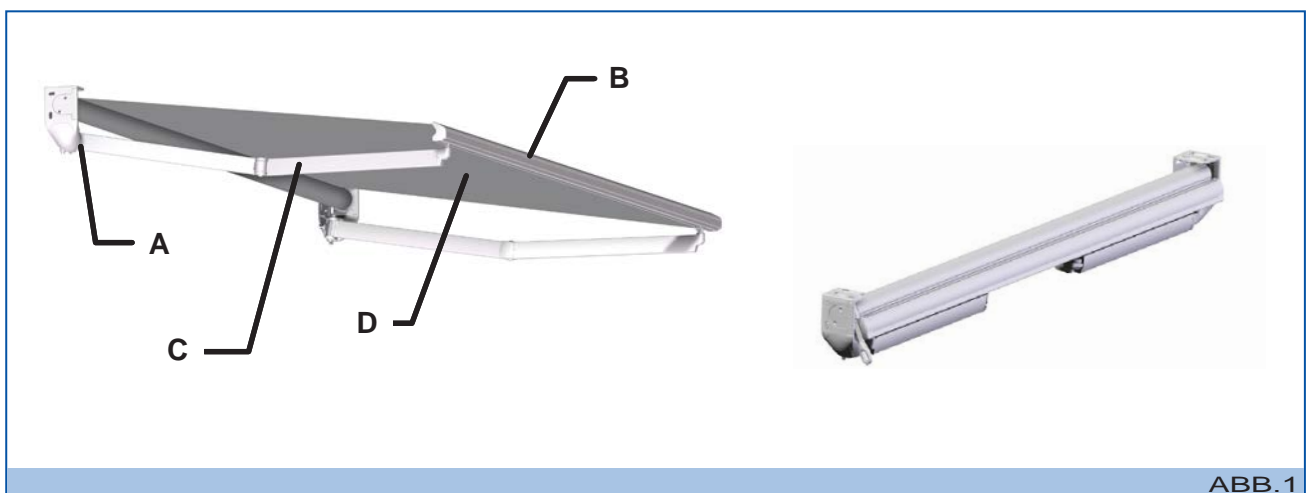

ABB. 1
- **Metallstruktur:** Die Metallstruktur ist der Tragrahmen und in seinem Innern befinden sich die verschiedenen Antriebe zum Ein- und Ausfahren der Markise. Es besteht aus unabhängigen Seitenhalterungen (A – Abb. 1), einer Fallstange (B – Abb. 1), Gelenkarmen (C – Abb. 1), die mit ummantelten Stahlseil oder einer Edelstahlkette ausgerüstet sind und einer Tuchwelle.
- **Tuch (D – Abb. 1):** Hat eine Abdeck- und Schutzfunktion der Markise.